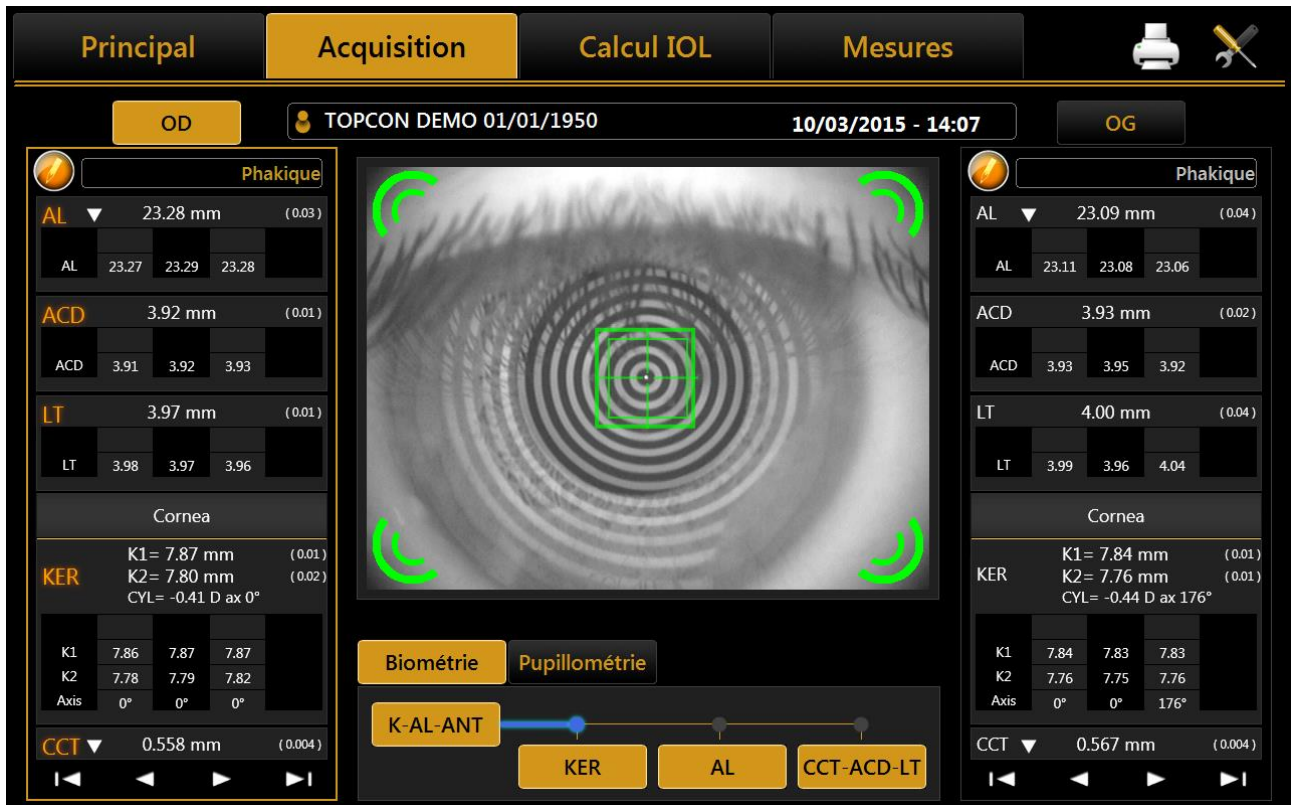

Figure 27
L'utilisateur peut rechercher un patient soit par **nom**, par **id** ou par **date de naissance** (i-base uniquement). Sera créé une liste de patients correspondant aux critères de recherche (figure 27). Une fois sélectionné un patient, l'utilisateur peut créer un nouvel examen dans le mode standard en cliquant sur le bouton OK bouton Acquisition ou.
La Figure 27 montre la page d'écran d'acquisition d'où sont exécutées toutes les opérations pour acquérir les valeurs exigées.
A la fin de l'acquisition, les mesures sont affichées dans les fenêtres latérales correspondantes (voir Figure 27).
8. Les mesures sont affichées dans les fenêtres latérales correspondantes (voir Figure 27).